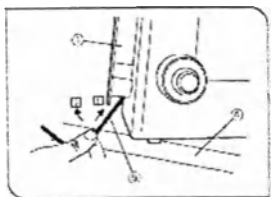

Рис. 8
▲ Для предотвращения электрошока, прежде всего, отключите сетевой кабель. Убедитесь, что Вы использовали прилагаемую отвертку Аллена, а не более тонкую отвертку Аллена. Переместите Раму микроскопа на край стола, используйте отвертку Аллена (5) в нижней части держателя кабеля (1), и двигайте держатель вверх, нажимая на отвертку Аллена в направлении [1] и [2] для удаления (рис. 8).